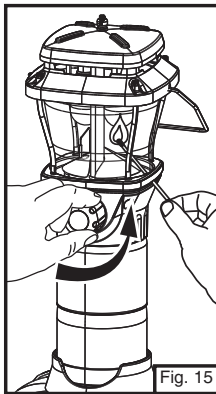

Fig. 15
- Ponga un fósforo encendido a través del orificio de encender; sosténgalo cerca de la mantilla y abra la válvula de combustible completamente. (Fig. 15)